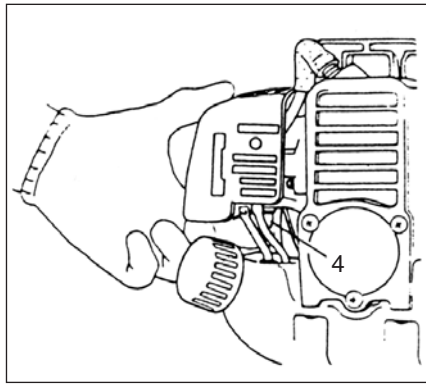
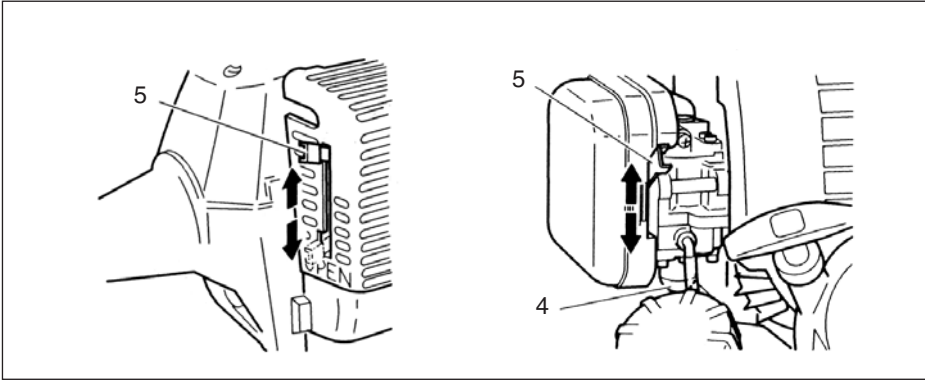

Fig.2-6
Fig.2-7
1. Den Zündschalter (1) auf ON stellen.
* Die Ansaugpumpe (4) mehrmals betätigen, damit Kraftstoff durch die Pumpe oder das Rücklaufrohr fließt. (falls vorhanden) (Fig. 2-6, 7)
2. Bei gedrücktem Sicherheitshebel (2) (falls vorhanden) den Gashebel anziehen und dann die Drosselklappensperre (3) drücken. Danach langsam zuerst den Gashebel, dann den Sicherheitshebel los-lassen. Dadurch wird die Drosselklappe in Startposition arretiert.
3. Den Choke in Schließstellung CLOSED schieben (5). (Fig. 2-7)